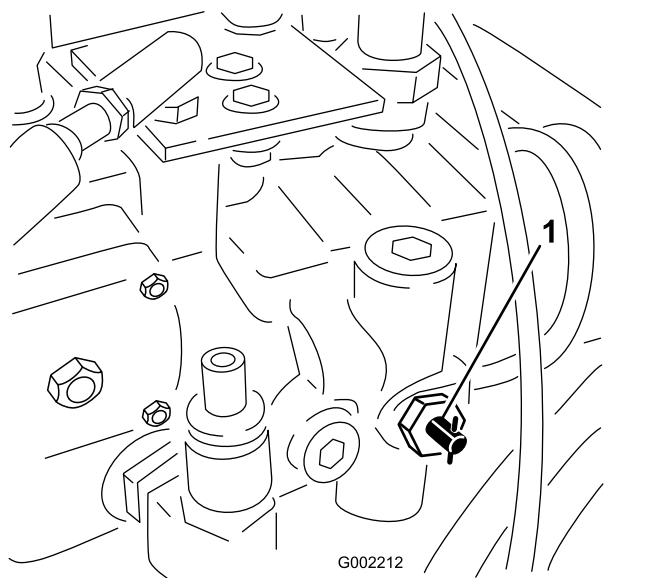

Figure 27
1. Tournez la vanne de remorquage (Figure 27) de 90° dans un sens ou dans l'autre pour l'ouvrir.